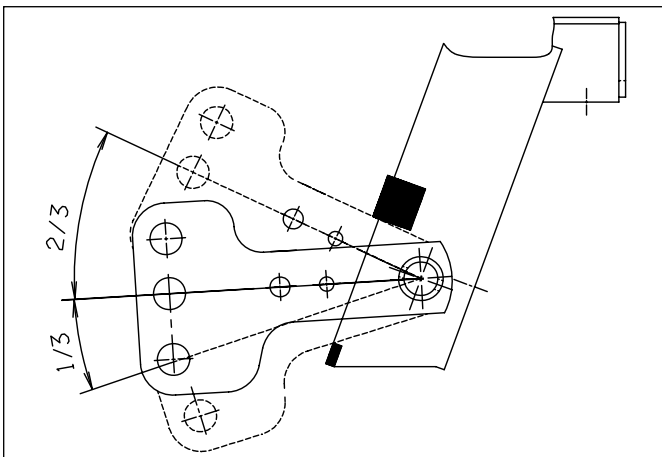

Fig. 2-7
- Fig. 2-7 c) Tilkoblingen udføres, så jordfølgesevnen er optimal, idet vippen **A** skal kunne bevæge sig 1/3 nedad og 2/3 opad.